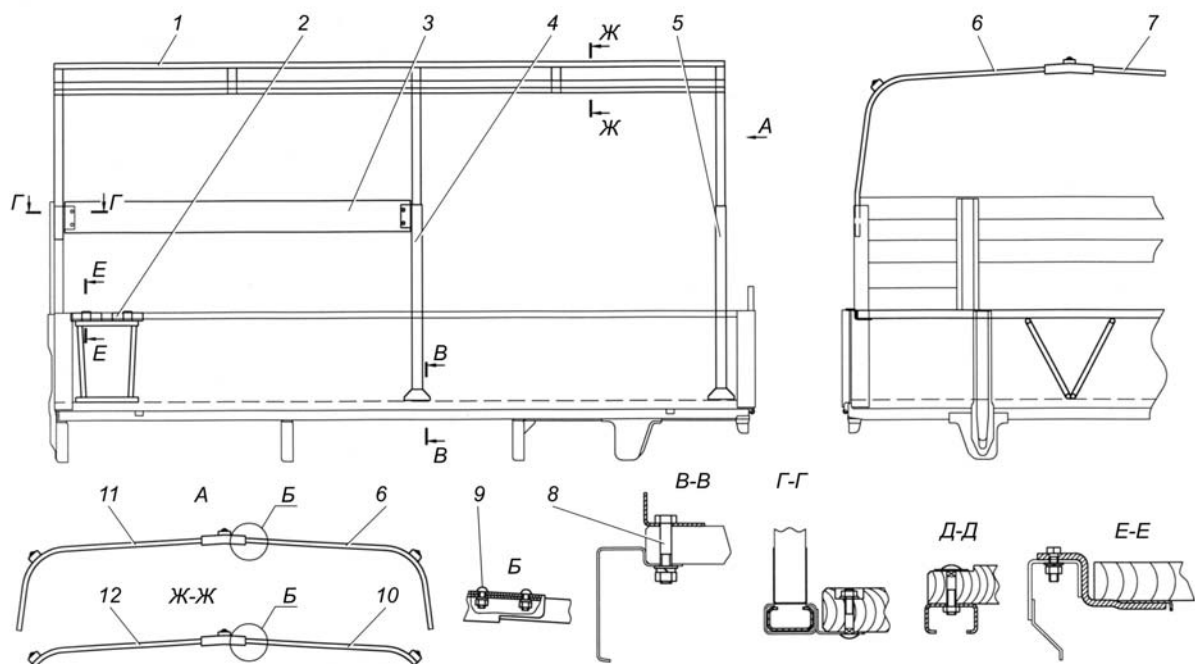

Рис. 12.6. Установка деталей каркаса тента и сиденья:
1. Установить стойки 4 и 5 (рис. 12.6) и стойку тента среднюю правую (на рис. не показана) дуг тента. Стойку 4 установить с левой стороны платформы, а стойку тента среднюю правую с правой стороны, предварительно вывернув болты 8 из настила пола. После установки стоек закрепить их этими же болтами.